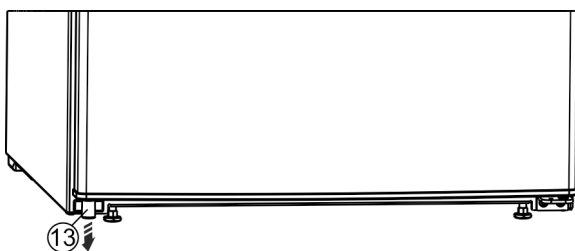

Fig. 9 *
- Unten links das Distanzteil Fig. 9 (13) aus der Tür herausnehmen.*